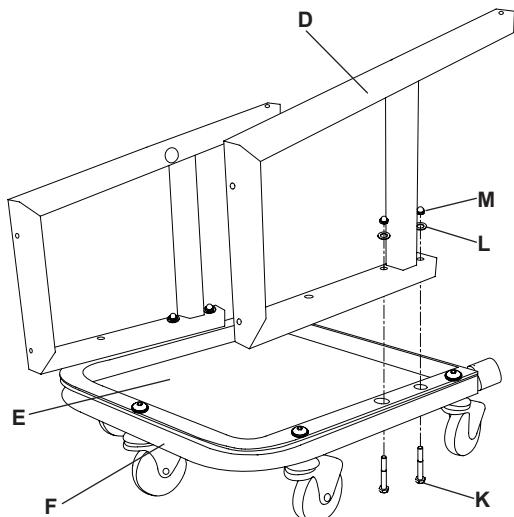

Figure 2 : Assemblage du plateau à outils et des roulettes
2. Fixez ensuite les deux bâts latéraux (D) du galet sur le bâti à roulettes (F) avec deux corps de boulon à tête hexagonale M8 x 60 (K), deux rondelles (L) et deux écrous borgnes (M) (Figure 2).